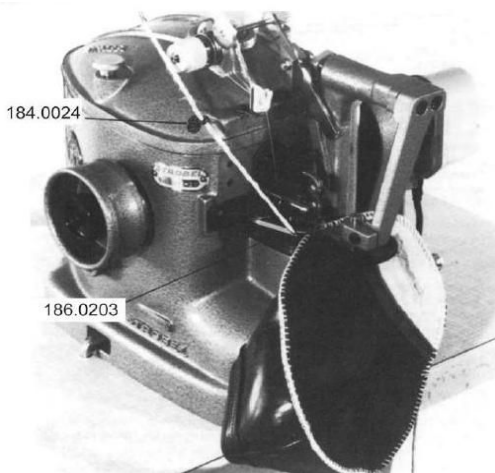

Рис. 11.
4.1.1.3. Метод затяжки (рис.11).